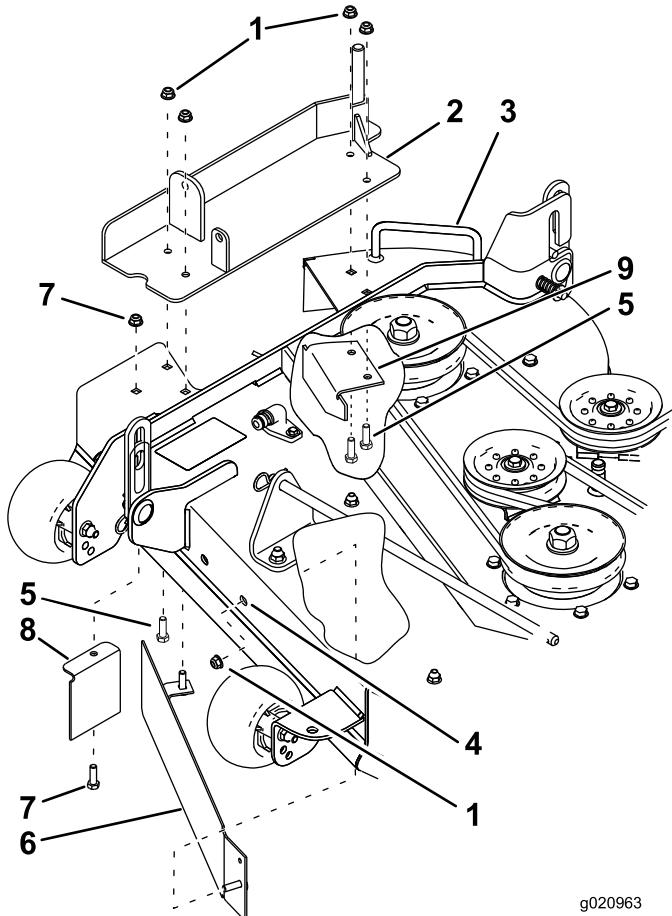

Figure 5
2. Fixez le grand déflecteur à l'avant du tablier de coupe avec un écrou à embase (5/16 po) (Figure 5).
3. Fixez le support de ventilateur et le déflecteur d'ouverture existant sur le tablier de coupe au moyen de 3 boulons (5/16 x 1 po) et 3 écrous à embase (5/16 po). Reportez-vous à la Figure 5 pour la position correcte du support de ventilateur et du déflecteur d'ouverture existant.
4. En utilisant le goujon vertical du grand déflecteur, fixez le déflecteur et le support de ventilateur sur le tablier de coupe au moyen d'un écrou à embase (5/16 po) (Figure 5).
5. Avec l'écrou et le boulon existants, fixez le petit déflecteur sur le tablier de coupe (Figure 5) sans trop serrer.